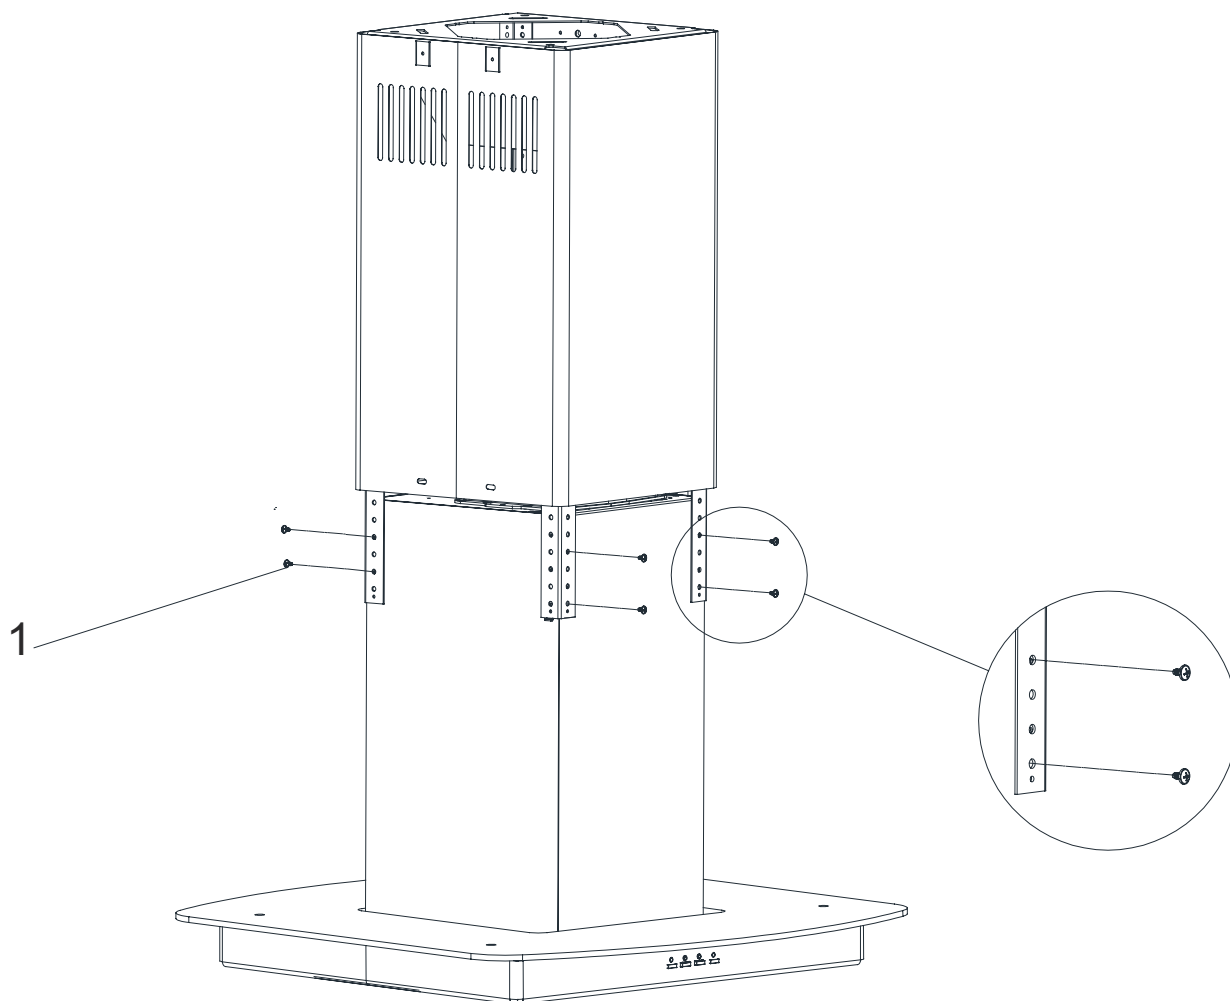

Fig. 14
2. ➤ Sollevare le lamiere e avvitare il prodotto alle barre di sospensione del prodotto con viti a testa cilindrica Phillips 3.5 x 9.5 R (Fig. 14/1).